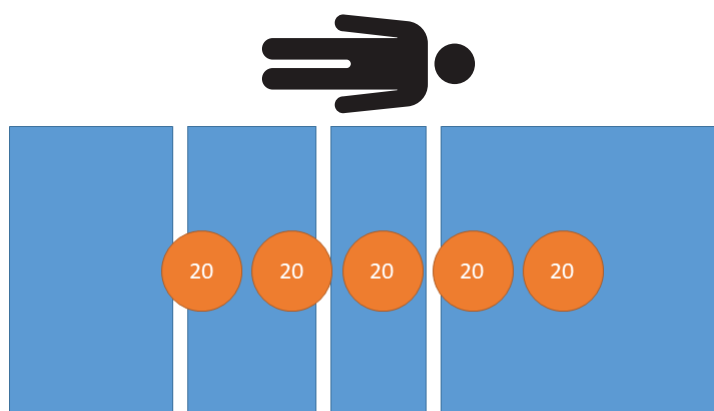

Figura 20 – Ensaio de desempenho de pesagem - 100 kg
3. Utilizando pesos calibrados, coloque 100 kg no produto (Figura 20).
9. Utilizando pesos calibrados, coloque 100 kg no produto (Figura 20).